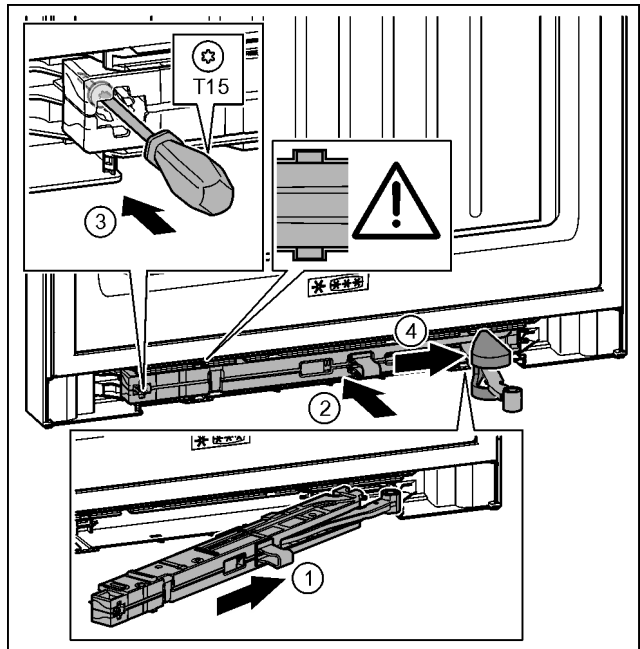

Fig. 39
- ▶ Jednotku tlmiača uzatvárania zasuňte na strane ložiskovej konzoly až na doraz šikmo do vybrania. Fig. 39 (1)
- ▶ Jednotku tlmiača uzatvárania zasuňte úplne do vybrania. Fig. 39 (2)
- ▶ Skrutkovačom T15 pevne zaskrutkujte skrutku. Fig. 39 (3)
- ▶ Na kĺb nasuňte kryt. Fig. 39 (4)